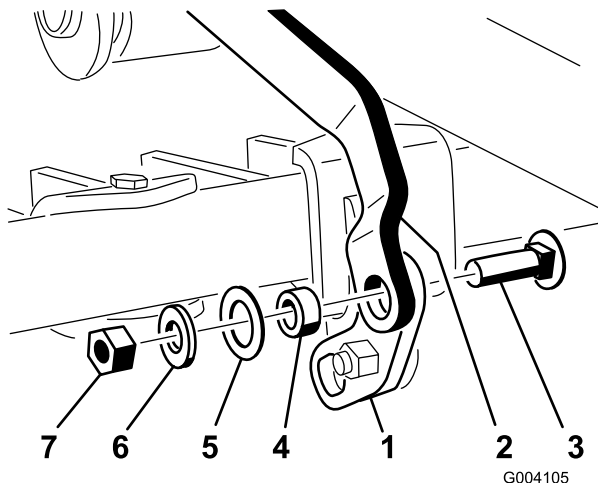

Figura 15
- Con il gruppo del pedale di sollevamento piegato verso l'alto, montare il foro quadrato sull'aletta orientabile all'estremità dell'articolazione della barra porta-attrezzi utilizzando un bullone a testa tonda (3/8 x 1-1/4 pollici), un distanziale, una rondella (1 pollice), una rondella (13/16 pollice) e un dado di bloccaggio (3/8 pollice) come illustrato nella Figura 15.